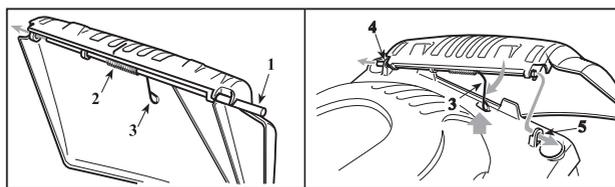

Рис.3
- установите защитный щиток, вставляя ось 1 и пружину 2 как показано на рис. 3. Вставьте ось в правое гнездо 4, вставьте конец с петлей 3 пружины в центральную прорезь, после чего вставьте другой конец оси в гнездо 5;